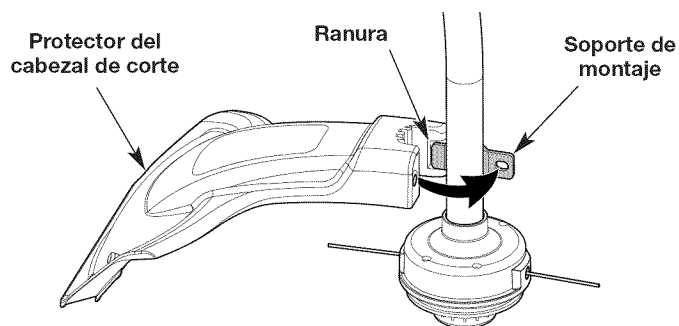

Fig. 1
2. Inserte la lengüeta corta (la que no tiene orificio) del soporte de montaje en la ranura del protector del cabezal de corte (Fig. 1).
3. Rote el protector del cabezal de corte en sentido contrario a las agujas del reloj para alinear el orificio del protector del cabezal de corte con el orificio en el soporte de montaje (Fig. 1).